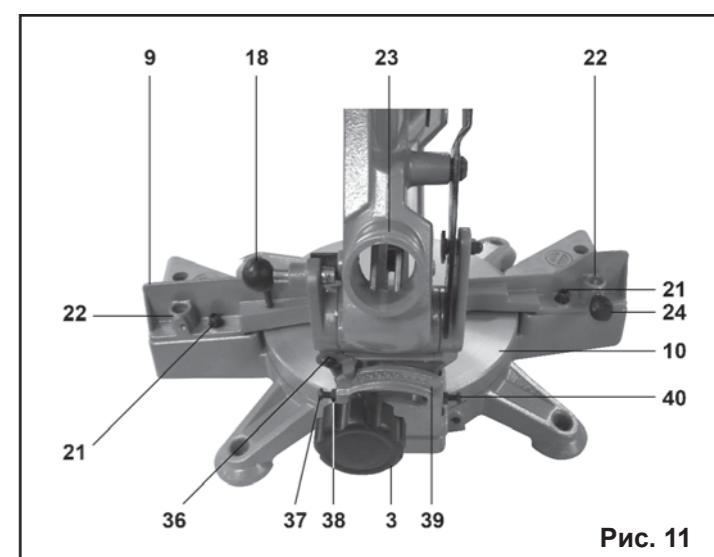

Рис. 11
11.1. Регулировка угла наклона пиления 90° , Рис. 11,13
11.3 Регулировка угла 90° при пилении торцов, Рис.11.